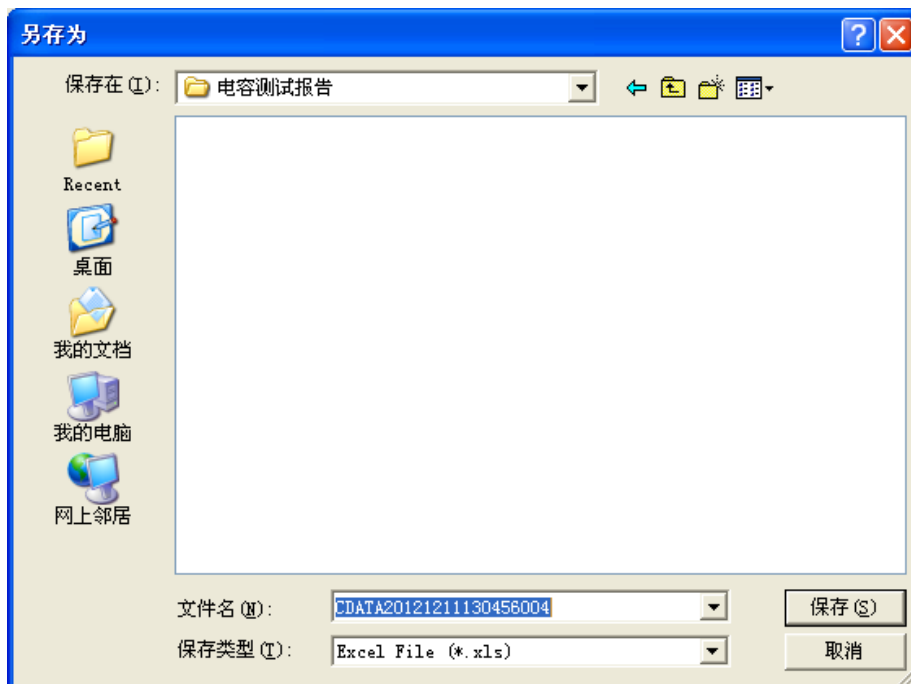

图 4.11 电容导出报告
5. 导出报告：在图 4.8 中，选择一行电容数据后点击“导出报告”生成测试报告文档。电容数据文件名以 CDATA 开头，如图 4.11 所示。